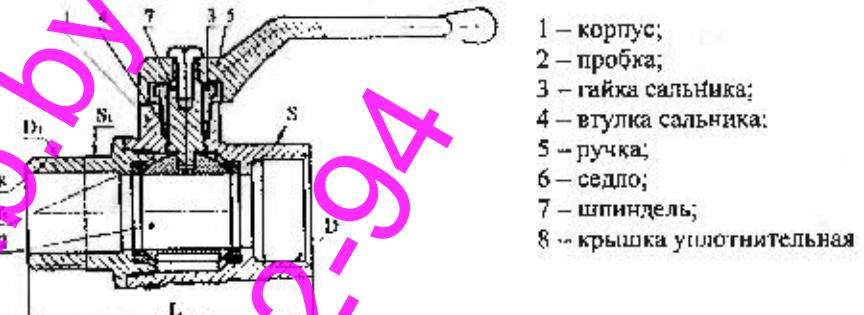

Рисунок 1 – Кран шаровой, муфтово-шапковый
6.1. Устройство крана приведено на рис. 1